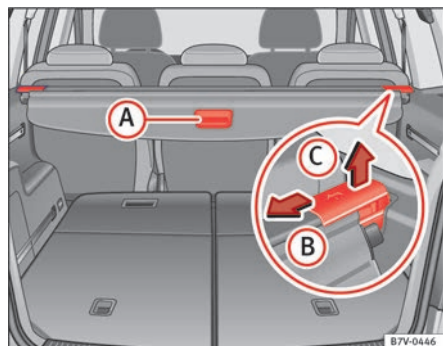

Fig. 91 En el maletero:
- Tire de la maneta de la bandeja ⇒ fig. 91 **A** un poco hacia atrás.
- Presione la bandeja en el sentido que indica la flecha ⇒ fig. 91 **B**.